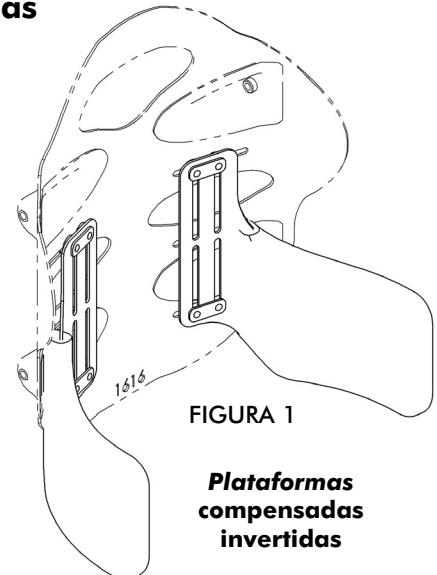

FIGURA 1
- LOS LATERALES PUEDEN MONTARSE AL REVÉS EN LADOS OPUESTOS PARA APOYO INFERIOR. CONSULTE LA FIGURA 1